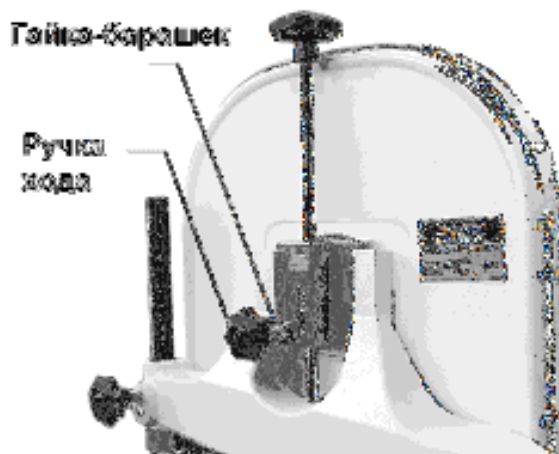

Рис. 18
2. Если необходима настройка, ослабьте гайку-барашек (Рис. 18) и слегка затяните ручку хода, чтобы сдвинуть полотно к задней части станка. Легкое ослабление ручки хода приведет к движению полотна к передней части станка.